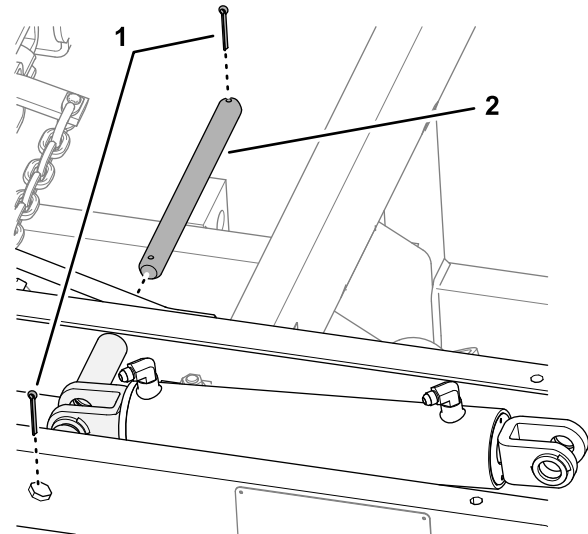

Figure 10
2. Insérez l'arbre de 25 mm x 305 mm (1 po x 12 po) dans les tubes entretoise et les brides du corps du vérin (Figure 10).
3. Fixez l'arbre sur les profilés transversaux (Figure 10) à l'aide de 2 goupilles fendues (3/16 po x 1 3/4 po).